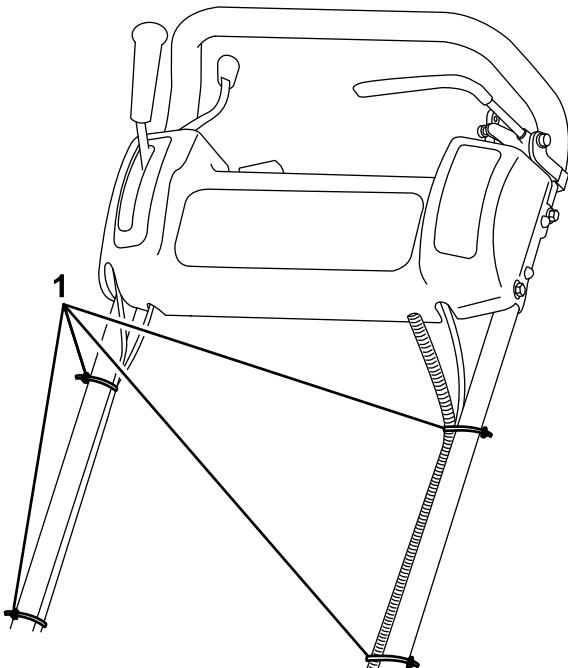

Figure 4
- Fixez les câbles et le faisceau de câblage au guidon à l'aide des serre-câbles (Figure 4).